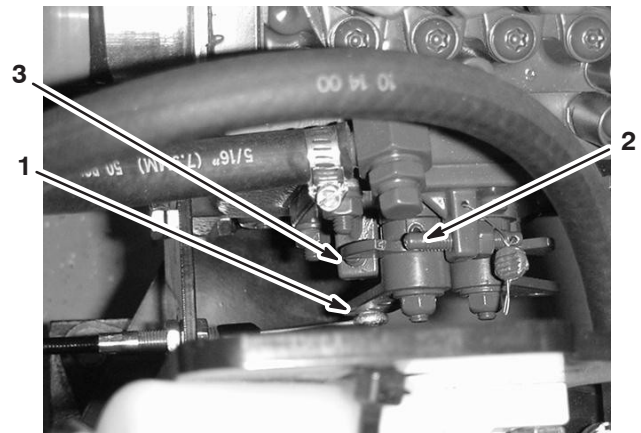
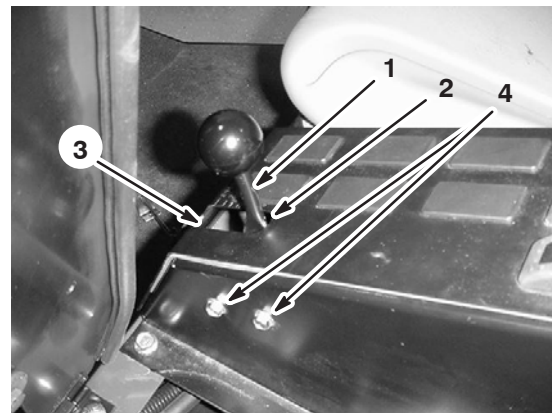

Figure 48
Figure 49
2. Réglez la position haut régime en desserrant les écrous sur le câble d'accélérateur, au niveau de la plaque de montage, et en réglant le câble de sorte que la manette d'accélérateur se trouve à 1,5 mm maximum de l'avant de la fente dans la console quand le levier de papillon rencontre la butée de haut régime (Fig. 48).
3. Réglez le régime de ralenti en desserrant les 2 boulons qui fixent l'ensemble câble à la console centrale (Fig. 49) et en positionnant l'ensemble câble de sorte que la manette d'accélérateur se trouve à 1,5 mm maximum de l'arrière de la fente dans la console quand le levier de papillon rencontre la butée de ralenti (Fig. 48).